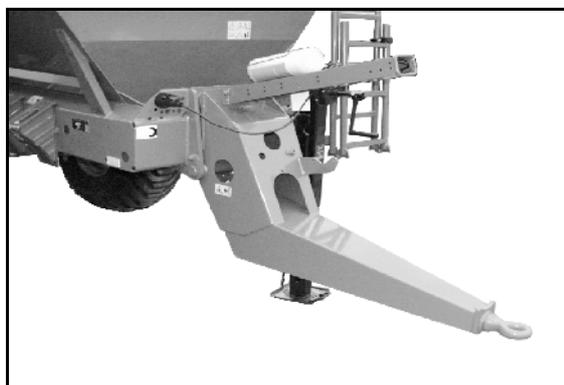

Fig. 24
- lanza de enganche acodada (Fig. 24),